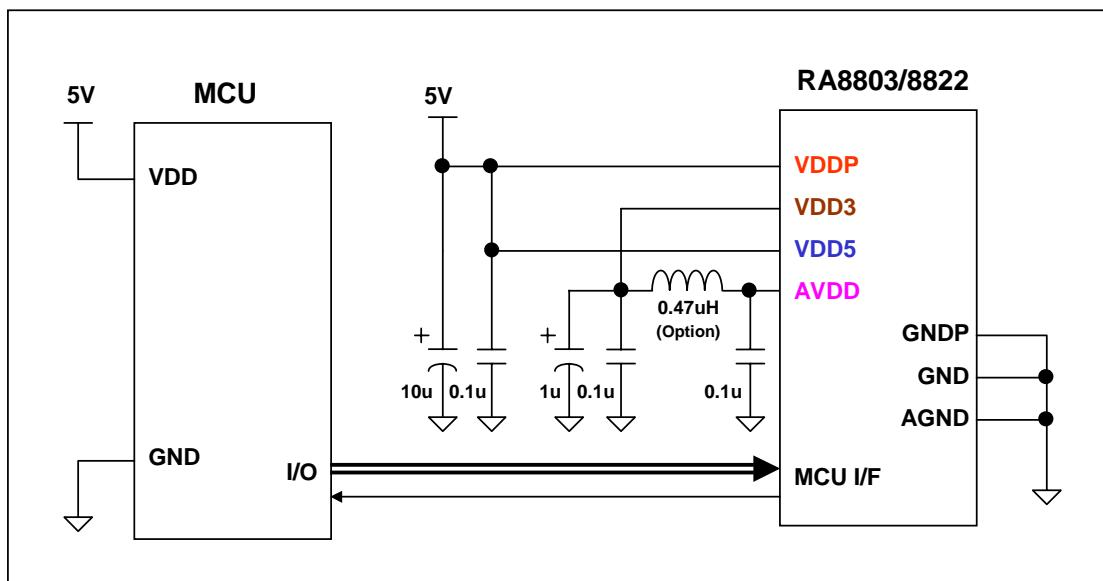

图 B-5: 5V 电源应用电路
当 RA8803/8822 工作于 5V 时，其电源接法建议如图 B-5，由于此时内部 5V 转 3V 的 DC-to-DC 电路必须启动以供给芯片内部的组件使用，因此 VDD5 接到 5V 的电源，同时为了增加 VDD3 的稳定性必须外加一 1uF 及 0.1uF 的电容。另外图 B-5 中的 0.47uH 电感与 0.1u 电容可以增加系统稳定性及避免 ADC 受到严重干扰影响精确度，如果系统工作环境较严格及有使用内部触摸控制器(Touch Panel Controller)，建议加上这些组件。
**注:** 原先 1.4 版之前的应用手册(含 1.4 版)并未提到 5V 转 3V 的 Dc to DC 电路，并且在 5V 的系统是将 5V 直接接到 VDDP、VDD3(VDD)及 AVDD，但在考虑系统的稳定性情况下，我们建议客户如果应用在 5V 的系统，可考虑使用图 B-5 的方式，同时也可以减少工作电流的消耗。